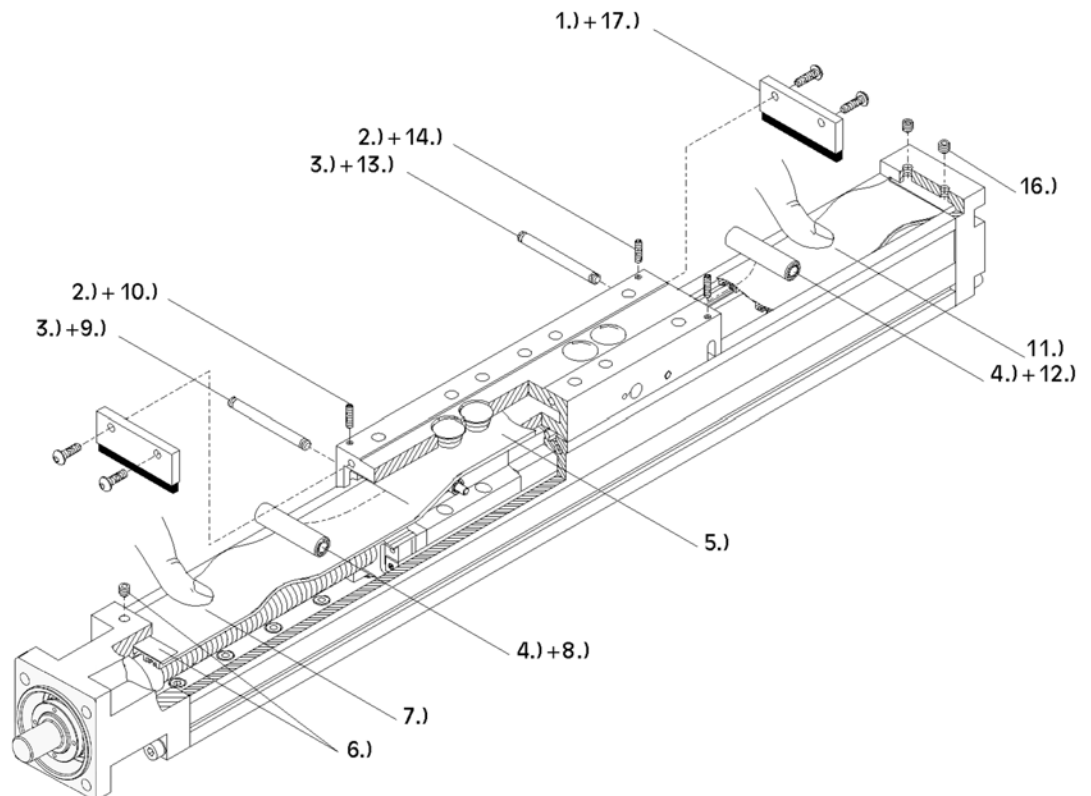

Fig. 16: Sostituzione della bandella di protezione
1. **Fig. 16:** Rimuovere entrambe le spazzole raschianti.